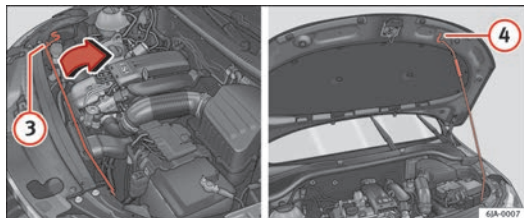

Fig. 124 Blocco del cofano del vano motore
- Estrarre l'asta di sostegno (3) ⇒ fig. 124 nella direzione indicata dalla freccia e bloccare il cofano sollevandolo in modo che l'estremità dell'asta si agganci all'apertura che si trova sul cofano (4).